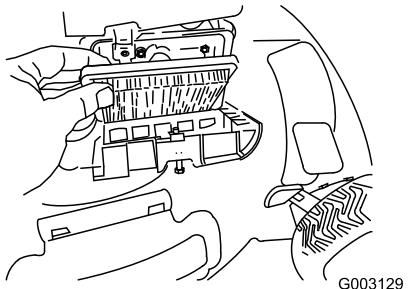

Figure 36
- Remettez le couvercle en place (Figure 36).